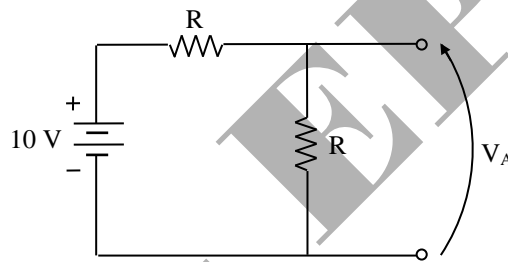

Figura 3 – Circuito para Verificação da Influência do Multímetro no Circuito sob Teste
- Sem desmontar o amplificador já montado, monte em alguma outra parte livre da placa didática, o circuito da figura 3. Use $R = 4,7 \text{ k}\Omega$ (os dois resistores devem ter o mesmo valor). Calcule o valor teórico de V_A , e em seguida meça esta tensão. Anote o valor obtido e o valor teórico.